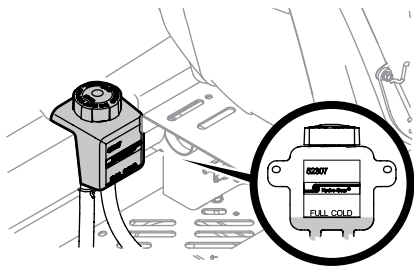

Figura 4-4
1. Verifique el nivel de aceite **SOLAMENTE** antes de arrancar el tractor cuando el aceite de la transmisión se haya enfriado por completo. Vea la Figura 4-4.
2. Gire la tapa del depósito en el sentido contrario a las agujas del reloj para extraer, luego verifique el nivel de aceite en el depósito. El aceite debe ser visible en la parte inferior de la taza, pero el nivel de aceite **NO** debe estar por encima de la línea "FULL COLD". Vea la Figura 4-4. **NO LLENE EL DEPÓSITO.**
4. Retire la tapa del depósito de expansión de aceite de la transmisión. Ver Figura 4-4.